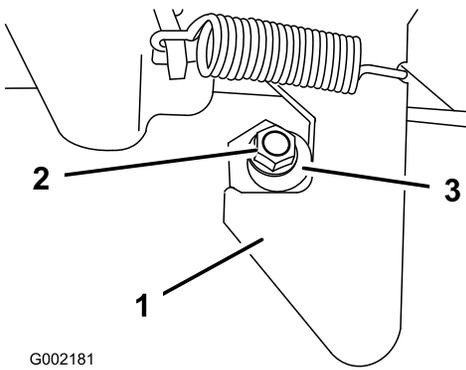

Figura 15
1. Allentate il dado sull'estremità della colonnetta di ancoraggio (Figura 15).
2. Girate la colonna di ancoraggio in senso orario finché non si trova saldamente contro il dispositivo di chiusura, quindi serrate il dado (Figura 15).